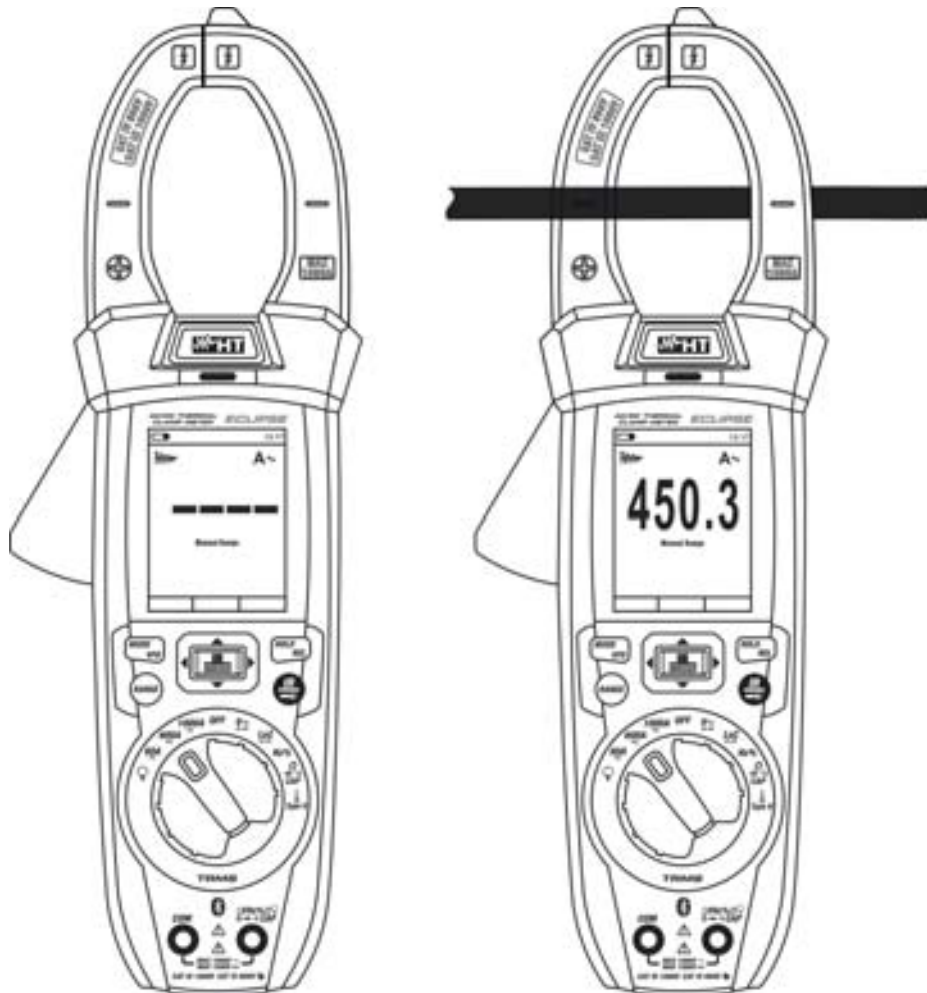

Fig. 33: Uso dello strumento per misura di Corrente di spunto (INRUSH)
3. Premere a lungo il tasto **INRUSH** per attivare la funzione "INRUSH". I simboli "A \approx " e " - - - " sono mostrati a display (vedere Fig. 33 – parte sinistra)
4. Inserire il cavo all'interno del toroide al centro dello stesso (vedere Fig. 33 – parte destra) al fine di ottenere misure accurate. Utilizzare le tacche presenti come riferimento (vedere Fig. 3).